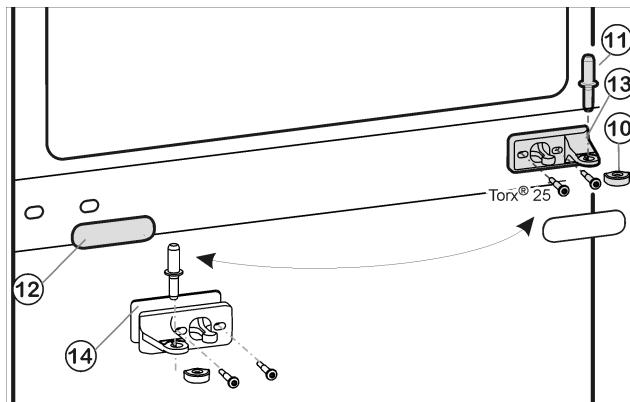
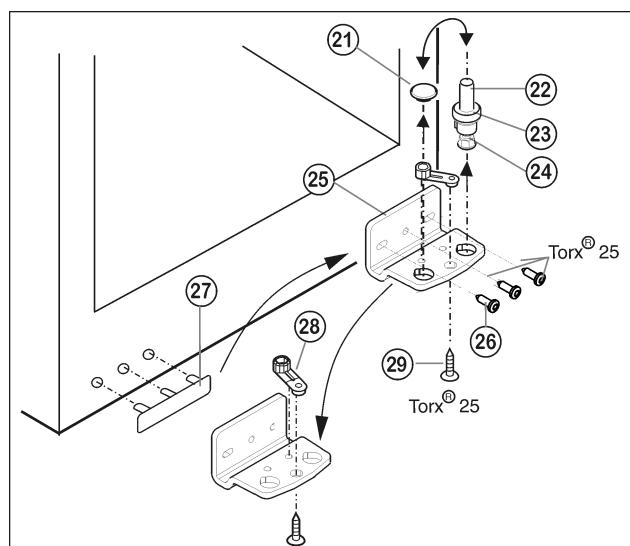

Fig. 6
Fig. 7
- Retirer le pivot central Fig. 6 (11) de sa charnière et de la porte inférieure.
- Retirer le capuchon en plastique Fig. 6 (10).
- Dévisser le support d'appui du milieu Fig. 6 (13) (2 Torx® 25).
- Retirer avec précaution le panneau-cache Fig. 6 (12).
- Visser le support d'appui du milieu Fig. 6 (13) avec le support pivoté Fig. 6 (14) de 180° sur le nouveau côté charnière (avec 4 Nm).
- Encliquer de nouveau le panneau-cache Fig. 6 (12) tourné de 180° sur le nouveau côté poignée.
- Dévisser le pivot Fig. 7 (22) complètement avec le disque Fig. 7 (23) et le pied réglable Fig. 7 (24) vers le haut.
- Enlever le bouchon Fig. 7 (21).
- Dévisser Fig. 7 (26) le support d'appui Fig. 7 (25).
- Dévisser l'élément pivotant Fig. 7 (28) et le permuter dans le trou opposé du support d'appui.
- Soulever le cache côté poignée Fig. 7 (27) avec précaution et le positionner sur le côté opposé.
- Revisser à fond le support d'appui Fig. 7 (25) sur le nouveau côté charnière en utilisant une visseuse sans fil si nécessaire, avec un couple de serrage de 4 Nm.
- Replacer le bouchon Fig. 7 (21) dans l'autre trou.
- Replacer le pivot Fig. 7 (22) complètement avec le disque et le pied réglable. Faire attention à ce que les ergots d'encliquetage soient tournés vers l'arrière.
- ▶ Placer la porte supérieure par le haut sur le pivot inférieur *Fig. 7 (22)*.
- ▶ Remettre le capuchon en plastique *Fig. 6 (10)* sur le support d'appui central *Fig. 6 (13)*.
- ▶ Placer le pivot du milieu *Fig. 6 (11)* sur le nouveau côté charnière à travers le support d'appui central *Fig. 6 (13)* dans la porte inférieure.
- ▶ Placer la porte supérieure sur le pivot du milieu *Fig. 6 (11)*.
- ▶ Aligner éventuellement les portes à la carrosserie grâce aux deux trous longitudinaux dans le support d'appui inférieur *Fig. 7 (25)* et le support d'appui central *Fig. 6 (13)*. Pour cela, dévisser la vis centrale du support d'appui inférieur *Fig. 7 (25)*.